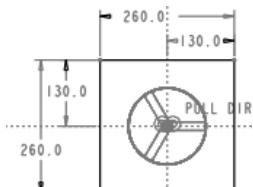

图 5.5 截面草图
(1) 选择命令。单击 模具 功能选项卡 形状 ▾ 区域中的 拉伸 按钮。系统弹出“拉伸”操控板。
(2) 定义草绘截面放置属性。在绘图区中右击，从快捷菜单中选择 定义内部草绘... 命令，在系统弹出的“草绘”对话框中选择 MAIN_PARTING_PLN 基准平面为草绘平面，选择 MOLD_RIGHT 基准平面为草绘平面的参考平面，方向为 下，然后单击 草绘 按钮，系统进入截面草绘环境。
(3) 进入截面草绘环境后，系统弹出“参考”对话框，选取 MOLD_RIGHT 基准平面和 MOLD_FRONT 基准平面为草绘参考，然后单击 关闭(C) 按钮，绘制图 5.5 所示的特征截面，完成绘制后，单击“草绘”操控板中的“确定”按钮 。
(4) 选取深度类型并输入深度值。在操控板中选取深度类型 (对称)，在深度文本框中输入深度值 60.0 并按回车键。
(5) 在“拉伸”操控板中单击√按钮，完成拉伸特征的创建。